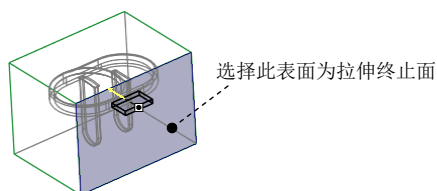

图 13.11 选择拉伸终止面
(4) 设置拉伸属性。
① 在操控板中选取深度类型 （到选定的）。
② 遮蔽参考件和坯料。选择 **视图** 功能选项卡 **可见性** 区域中的“模具显示”按钮 ，系统弹出“遮蔽-取消遮蔽”对话框，选择 **取消遮蔽** 选项卡，在对话框中按下 **元件** 按钮，选取  按钮，单击下方的 **取消遮蔽** 按钮，再单击 **关闭** 按钮。
③ 将模型调整到图 13.11 所示的视图方位，选取图 13.11 所示的平面为拉伸终止面。
④ 在操控板中单击 **选项** 按钮，在“选项”界面中选中 ☒ 封闭端 复选框。
(5) 在操控板中单击  按钮，完成特征的创建。